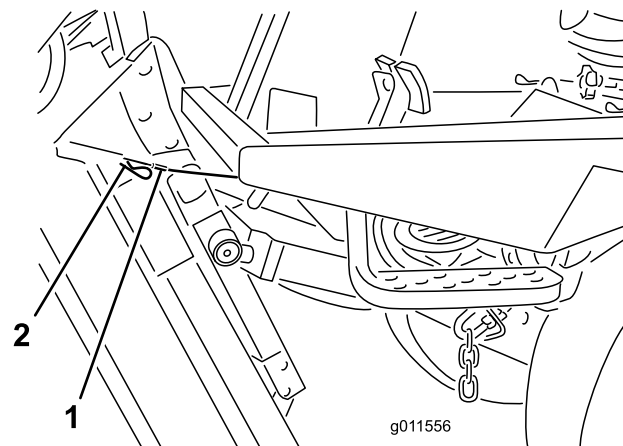

Bild 80
6. Halten Sie das Mähwerk dann in der aufrechten Stellung, bringen das Kabelende über dem Stift am Mähwerkhubarm an und befestigen es mit einem Splint (Bild 80).